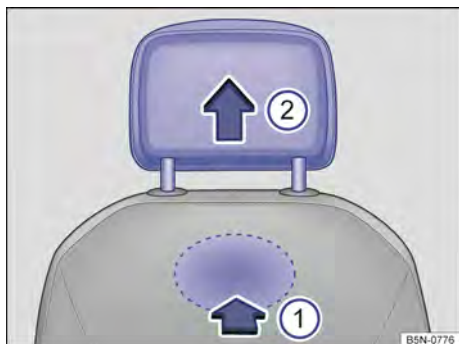

Fig. 94 Apoyacabezas delantero: desmontaje.
- Para desbloquearlo, busque el rebaje situado en la parte posterior del respaldo por la zona marcada y presione en el sentido de la flecha → fig. 94 .